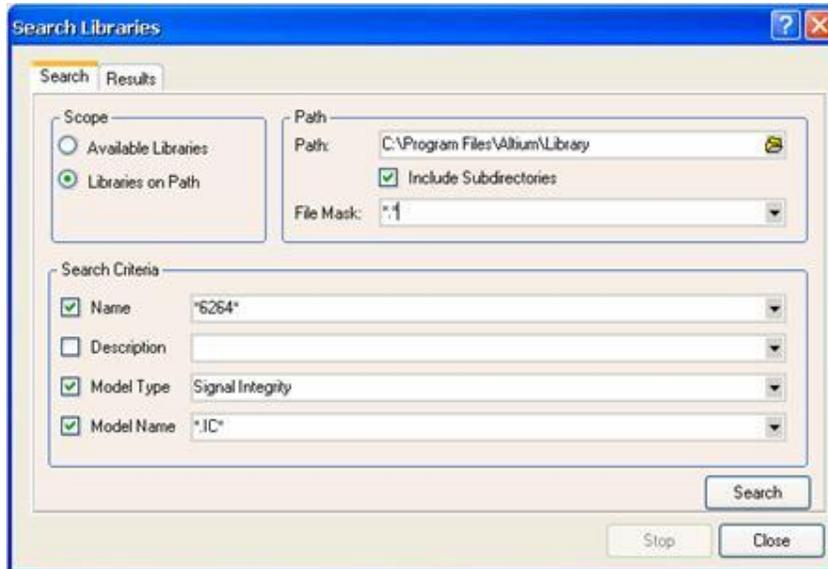

图 4-8 搜索元件对话框
- 在元件管理器对话框（图 4-2）中，单击 Search 按钮，将弹出如图 4-8 所示 Search Libraries（搜索元件）对话框。